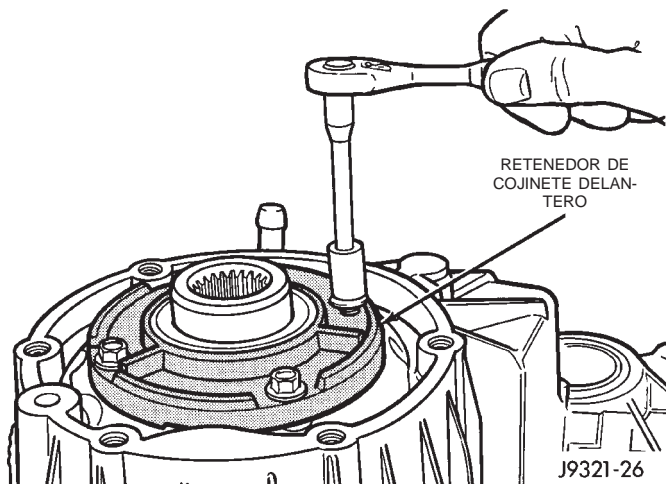

Fig. 59 Instalación del retenedor de cojinete delantero
(6) Instale los pernos que fijan el retenedor con la caja de cambios (Fig. 59). Apriete con una torsión de 21 N·m (16 lbs. pie).